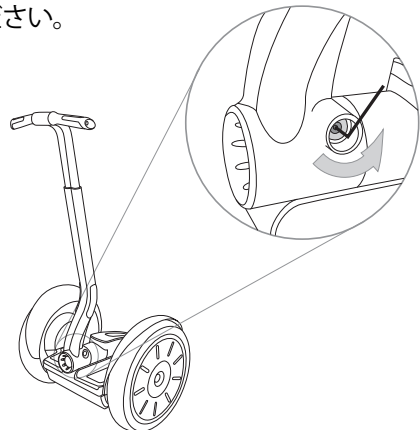

図1. LeanSteer フレームを固定しているファスナーを緩める
1. 5mm 六角レンチを使って、LeanSteer フレームのボルトを外します。このボルトは将来必要になる場合があるため、安全な場所に保管してください。図1を参照してください。